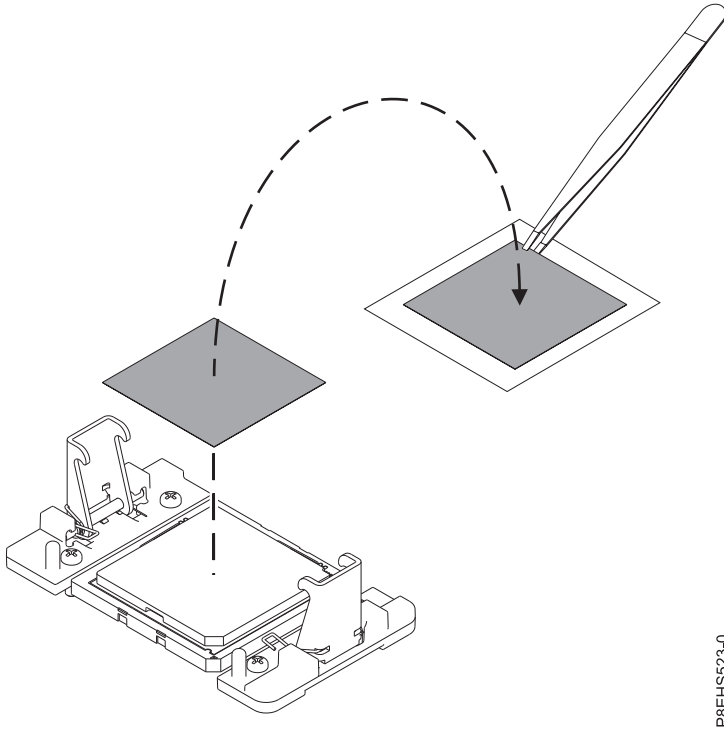

Figure 156. Retrait du matériau d'interface thermique gris du processeur
4. Si le système utilise le matériau d'interface thermique gris, retirez-le du processeur à l'aide de la pince à épiler et placez-le sur une surface propre et sèche. Voir la figure 156, à la page 140. Le système peut utiliser deux types de matériau d'interface thermique. L'un d'eux est de couleur argenté avec des coins biseautés et reste généralement collé au dissipateur thermique. L'autre est gris à coins carrés et ne colle pas. Il doit être retiré avant que le processeur ne soit lui-même retiré.